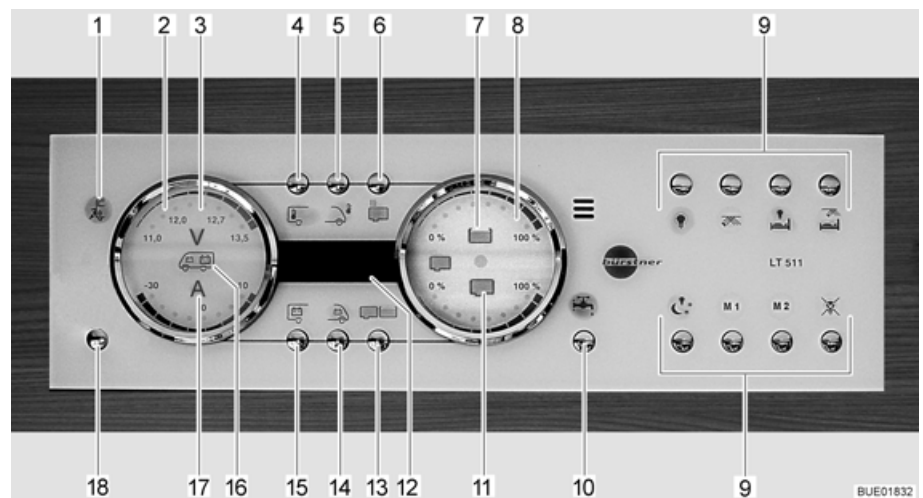

Bild 119 Panel LT 511
Die 230-V-Kontroll-Leuchte (Bild 119,1) leuchtet, wenn am Eingang des Elektroblocs Netzspannung vorhanden ist.
Der 12-V-Hauptschalter (Bild 119,18) schaltet das Panel und die 12-V-Versorgung des Wohnraums ein und aus.
Einschalten: ■ Taste 12-V-Versorgung (Bild 119,18) kurz drücken. Die 12-V-Versorgung des Wohnraums ist eingeschaltet. Die Kontroll-Anzeige "12 V" leuchtet.
- ▷ Wenn nach dem Einschalten die LED "11,0" der Voltanzeige sowie das Symbol Volt "V" (Bild 119,3) im Anzeigeelement Batterien (Bild 119,2) blinken, dann ist die Spannung der Wohnraumbatterie zu gering. Batterie laden.
- ▷ Wenn nach dem Einschalten die Kontroll-Anzeige "12 V" und das Symbol Volt "V" (Bild 119,3) dreimal blinken, dann ist die Batterietrennung aktiviert. Batterietrennung deaktivieren.
Ausschalten: ■ Taste 12-V-Versorgung (Bild 119,18) kurz drücken. Die 12-V-Versorgung des Wohnraums ist ausgeschaltet. Die Kontroll-Anzeige "12-V-Versorgung" erlischt.
- Taste Wohnraumbatterie (Bild 119,15) drücken und ca. 10 Sekunden lang gedrückt halten. Das Symbol Volt "V" (Bild 119,3) und die Kontroll-Anzeige "12 V" blinken dreimal. Die Wohnraumbatterie ist vom 12-V-Bordnetz getrennt.
- Taste 12-V-Versorgung (Bild 119,18) drücken und ca. 5 Sekunden lang gedrückt halten. Das Symbol Volt "V" (Bild 119,3) und die Kontroll-Anzeige "12 V" blinken dreimal. Die Wohnraumbatterie ist mit dem 12-V-Bordnetz verbunden. Die Kontroll-Anzeige leuchtet nach ca. 5 Sekunden.
- Taste Wohnraumbatterie (Bild 119,15) drücken. Das Symbol Volt "V" (Bild 119,3) leuchtet. Das Symbol Ampere "A" (Bild 119,17) leuchtet je nach Ladung oder Entladung weiß bzw. rot. Die Batteriespannung und der Strom der Wohnraumbatterie werden über die LEDs im Anzeigeeinstrument angezeigt.
- Taste Starterbatterie (Bild 119,14) drücken. Das Symbol Volt "V" (Bild 119,3) leuchtet. Die Batteriespannung der Starterbatterie wird über die LEDs im Anzeigeeinstrument angezeigt.
Anzeigen: ■ Taste Tanks (Bild 119,13) drücken. Die Symbole Wassertank (Bild 119,7) und Abwassertank (Bild 119,11) leuchten. Die Füllstände des Wassertanks (obere Skala) und des Abwassertanks (untere Skala) werden über die LEDs im Anzeigeeinstrument angezeigt.
| Das Symbol Volt "V" (Bild 119,3) und die LED "11,0" blinken bei Abfrage der Werte für die Wohnraumbatterie | Die Spannung der Batterie hat 11 V unterschritten. Tiefentladung droht | Alle 12-V-Verbraucher ausschalten und Batterie laden, entweder durch Fahrbetrieb oder durch Anschluss an eine 230-V-Versorgung |
| Das Symbol Volt "V" (Bild 119,3) blinkt bei ausgeschalteter 12-V-Versorgung | Die 12-V-Versorgung kann nicht mehr eingeschaltet werden | Alle 12-V-Verbraucher ausschalten und Batterie laden, entweder durch Fahrbetrieb oder durch Anschluss an eine 230-V-Versorgung |
| Das Symbol Volt "V" (Bild 119,3) und die LED "11,0" und "12,0" blinken bei Abfrage der Werte für die Starterbatterie | Die Spannung der Batterie hat 11 V unterschritten. Tiefentladung droht | Alle 12-V-Verbraucher ausschalten und Batterie laden, entweder durch Fahrbetrieb oder durch Anschluss an eine 230-V-Versorgung |